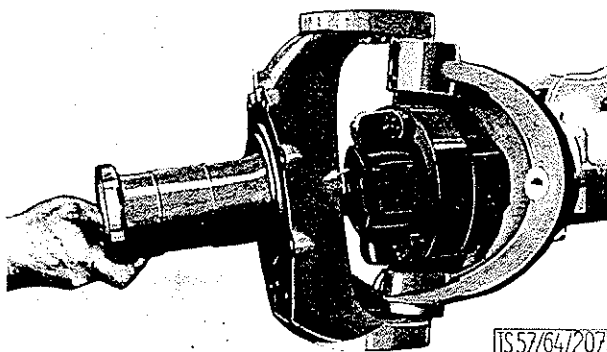
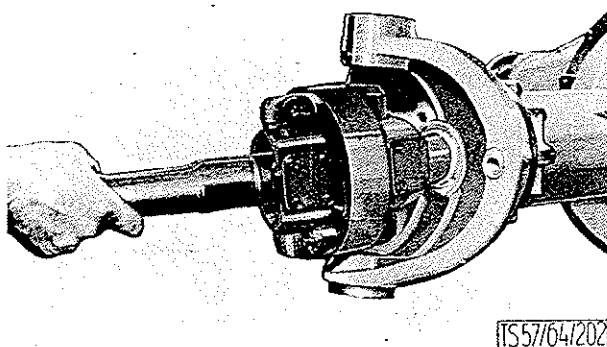

BILD 15: Abziehen des Achsschenkels
BILD 16: Herausziehen der Gelenkwelle
7. Achsschenkel von der Gelenkwelle herunterziehen (Bild 15). Gelenkwelle aus der Vorderachse herausziehen (Bild 16).
6. Paßhülsen (20/3) in Achsschenkel eintreiben und Achsschenkel vorsichtig auf den vorderen Stummel der Gelenkwelle schieben (Bild 15).